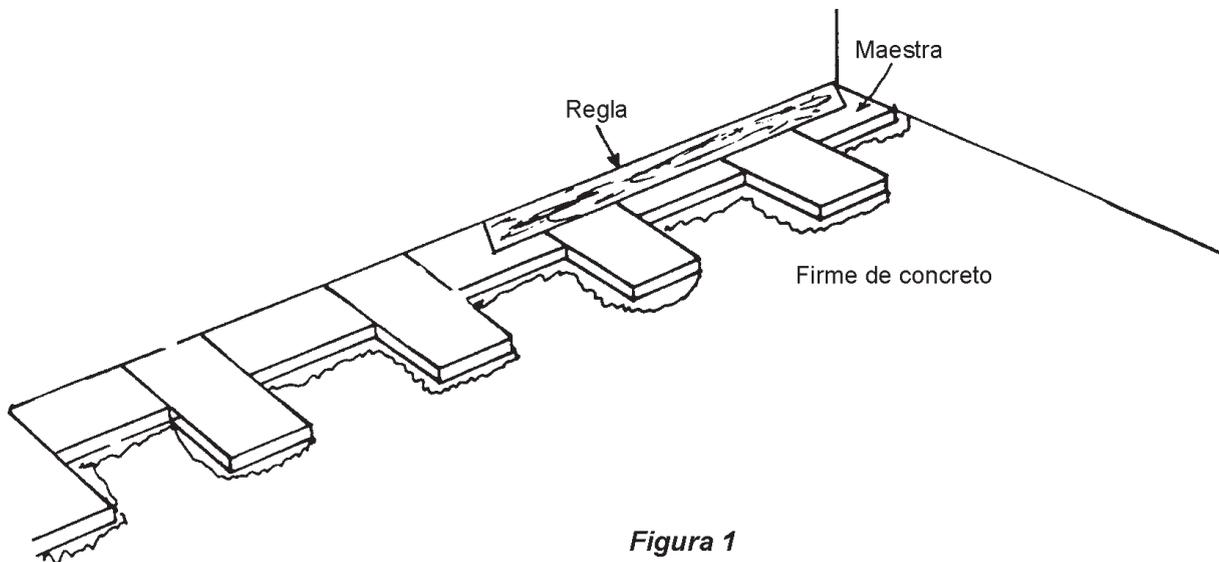

Figura 1
- Pega las piezas de ladrillo en forma alternada a lo largo y a lo ancho; con una regla, comprueba el nivel de las demás piezas con respecto al de la maestra (figura 1).